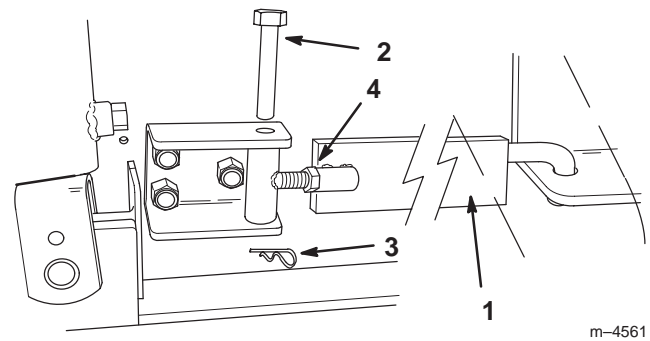

Figura 17
19. In sede di montaggio di un retroescavatore su un trattore Dingo 200/300 Series, montate le barre laterali su ciascun lato, come riportato nella Figura 17. Al termine del montaggio si devono vedere gli adesivi applicati su ogni barra laterale.